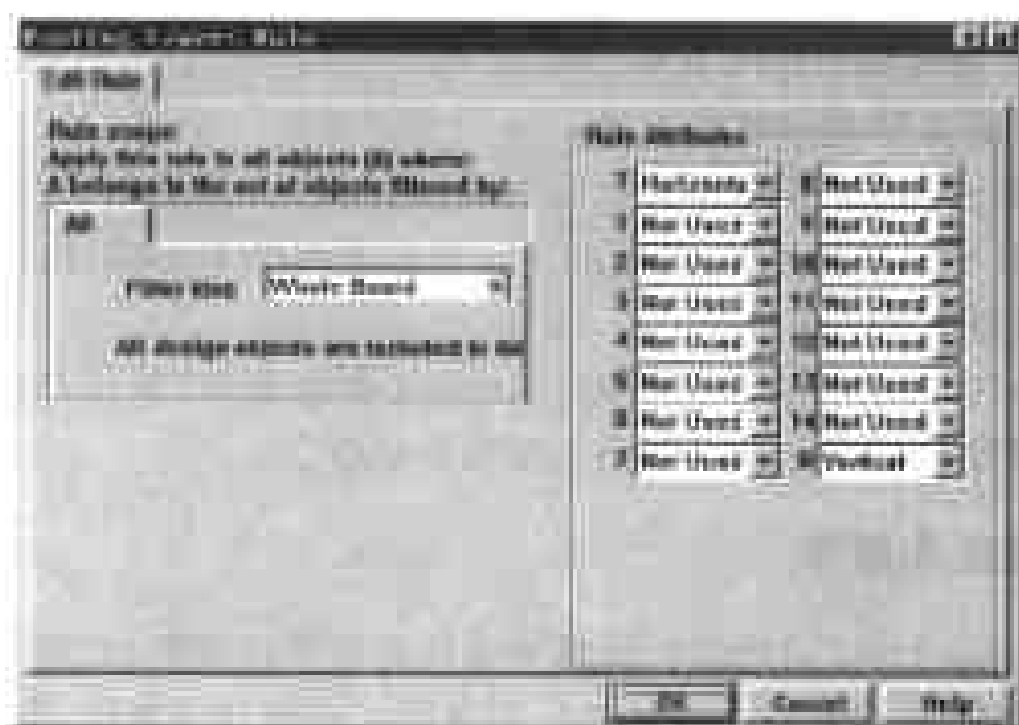

图 9-7 设置布线板层的对话框
(3) 在对话框底部单击 Add 命令按钮,设置新的规则,弹出如图 9-7 所示的对话框。